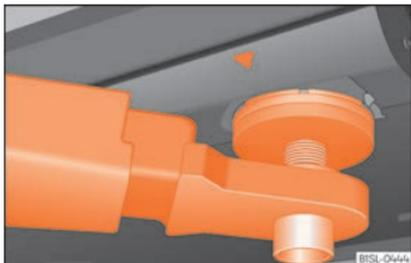
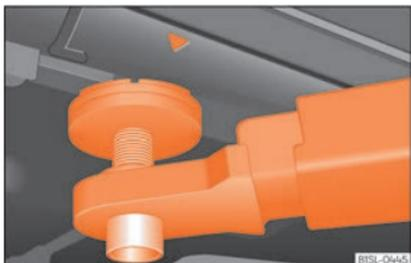

Fig. 283 Points d'appui avant pour lever le véhicule avec un pont-élévateur ou un cric.
Fig. 284 Points d'appui arrière pour lever le véhicule avec un pont-élévateur ou un cric.
Pour lever le véhicule, vous devrez uniquement utiliser les points indiqués dans les figures » » fig. 283 et » » fig. 284. Si le véhicule n'est pas levé par les points indiqués, cela peut provoquer des dommages » » ⚠ et de graves blessures » » ⚠.
• Pour lever le véhicule, vous devrez uniquement utiliser les points indiqués dans les figures » » fig. 283 et » » fig. 284. S'il n'est pas levé par les points indiqués, il pourrait tomber du pont-élévateur lors de la réalisation d'opérations de dépose du moteur ou de la boîte de vitesses, par exemple.